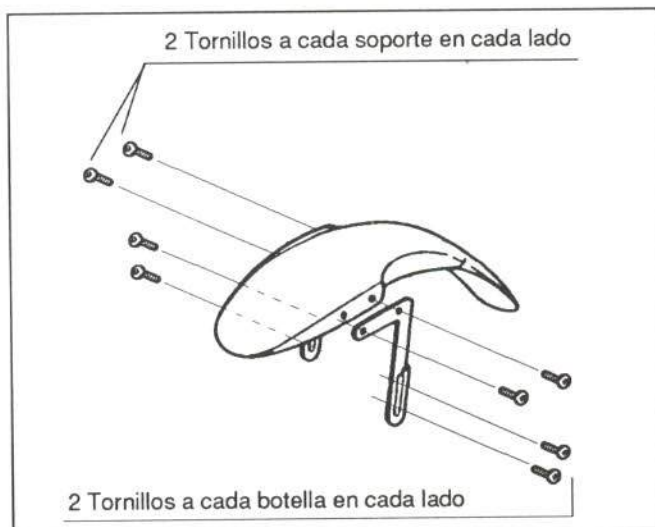

Figura 19.- Unión del guardabarros delantero
En la figura 19 se detalla la sujeción de esta pieza.
- Guardabarros delantero (figura 19)